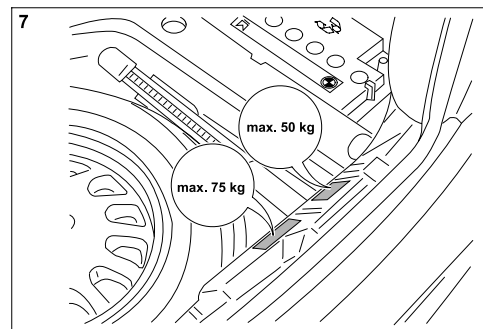

Figure 6 : Etiquette de charge et d'utilisation.
- 17.) Coller sur la bordure de chargement du coffre à bagages la plaquette de la charge d' appui de 75 kg max. près de la serrure à l' intérieur sur le couvercle du coffre. Coller la plaquette signalétique sur le couvercle de la boîte à outils; voir figure 6.